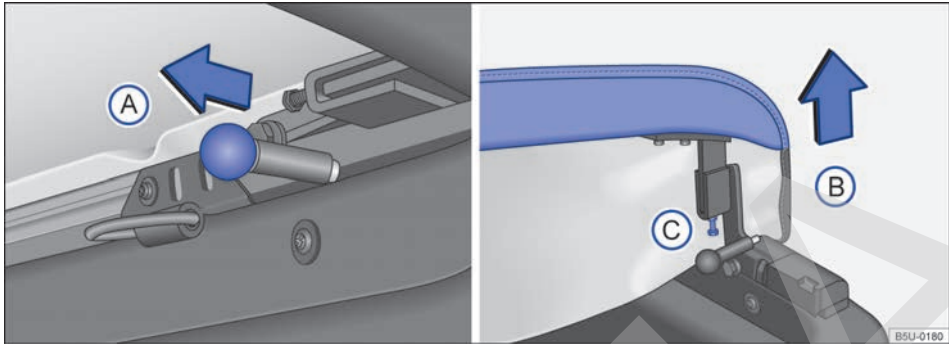
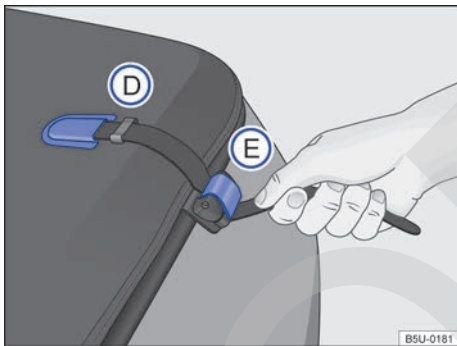

Fig. 33 Trabas y tornillo de ajuste del estiramiento de la capota marítima.
Fig. 34 Fijación de la capota marítima.
- Desplazar el perno de bloqueo \Rightarrow fig. 33 (A) en el sentido de la flecha, en ambos lados, simultáneamente.
- Levantar el extremo de la capota en el sentido de la flecha (B).
- Para ajustar el estiramiento, soltar la tuerca y apretar el tornillo o soltar el tornillo (C), hasta alcanzar el estiramiento deseado.
- Retirar el extremo de la cinta de alojamiento \Rightarrow fig. 34 (D), en los laterales de la capota marítima, y forzar la cinta hacia abajo, para desbloquear la traba (E).
- Insertar el extremo de las cintas en el alojamiento (D), para facilitar el recogimiento de la capota marítima.